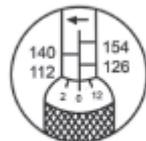

FIG1 112Nm
3. Fixez la poignée en tournant l'écrou de verrouillage dans le sens des aiguilles d'une montre. La clé est maintenant réglée sur 118 Nm et peut être utilisée. Voir les figures 1 et 2